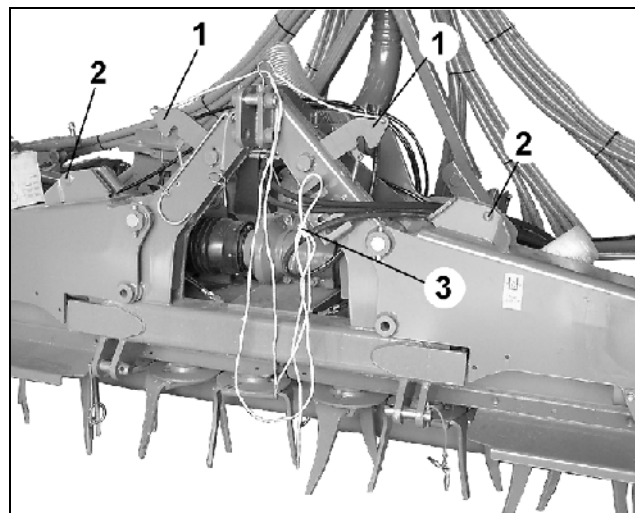

Fig. 110
- Maschine ausklappen, vorher Verriegelung mittels Seil aus der Traktorkabine lösen (Fig. 110/3).